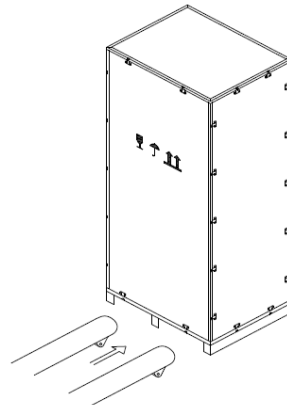

Figura 2-2 Trasportare al loco designato
- 2) Trasportare l'apparecchiatura al sito designato con un carrello elevatore a forca, come mostrato in Figura 2-2.